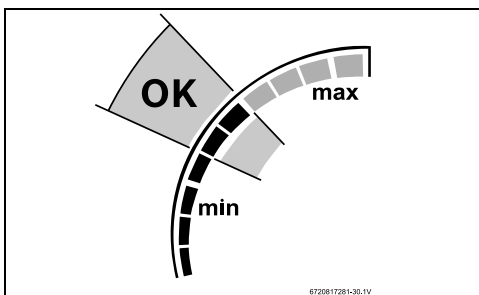

Fig. 59 Point central de la barre d'alimentation
- Vérifier si le niveau de la barre d'alimentation est au point central, voir fig. 59.
- Vérifiez si la puissance par niveau est au point central, voir fig. 59.
- ▶ Vérifiez si le niveau de la barre d'alimentation est au point central, voir fig. 59.